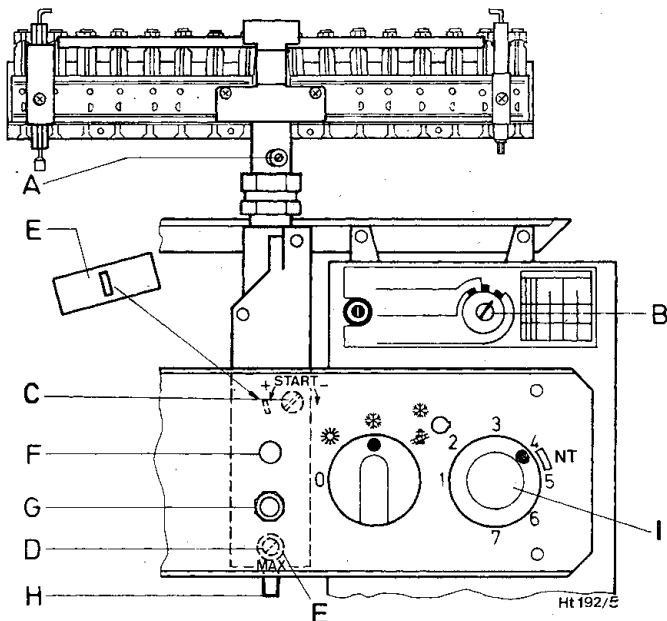

Bild 17
1. Plombierte Abdeckkappen „E“, Bild 17, über den beiden Gas-Einstellschrauben entfernen.
5. Für „Max“ angegebener Düsendruck (mbar) aus Tabelle Seite 20 entnehmen. Düsendruck über Gas-Einstellschraube „D“, Bild 17, einstellen. In Richtung + mehr, in Richtung – weniger Gas.
6. Gas-Regelschalter „B“, Bild 17, auf „Start“ stellen.
8. Für „Start“ angegebener Düsendruck (mbar) aus Tabelle Seite 20 entnehmen (Gerätetyp beachten). Düsendruck über Gas-Einstellschraube „C“, Bild 17, einstellen. Bei Flüssiggasgeräten wird Einstellschraube „C“ bis Anschlag eingedreht.
11. Dichtschraube „H“, Bild 17, lösen und U-Rohr-Manometer am Meßstutzen anschließen.
1. Plombierte Abdeckkappe „E“, Bild 17, über den beiden Gas-Einstellschrauben entfernen.
4. Für „Max“ angegebene Durchflußmenge (l/min) aus Tabelle Seite 21 entnehmen. Gasdurchflußmenge über Gaszähler an Gas-Einstellschraube „D“, Bild 17, einstellen. In Richtung + mehr, in Richtung – weniger Gas. Bei Flüssiggasgeräten Einstellschraube „D“ bis Anschlag eindrehen.
5. Gas-Regelschalter „B“, Bild 17, auf „Start“ stellen.
10. Dichtschaube „H“, Bild 17, lösen und U-Rohr-Manometer am Meßstutzen anschließen.